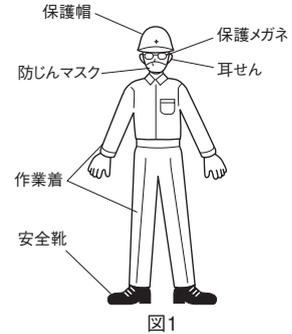

図1
- **作業に適した服装をしてください。**(図1)
- **常に保護メガネを着用してください。**(図1)
- **大きな騒音を発する場合は耳せんを着用してください。**(図1)
- **防じんマスクを着用してください。**(図1)